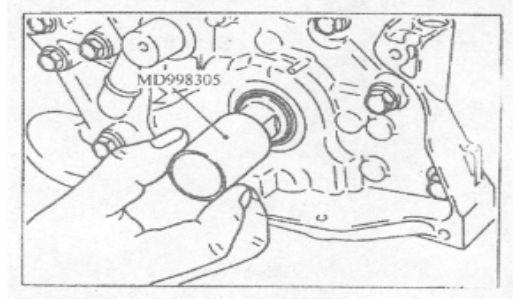

图 3-37
(2) 前油封的安装
- 如图 3-37，将专用工具放在曲轴前端，并在它的外周涂上发动机油。